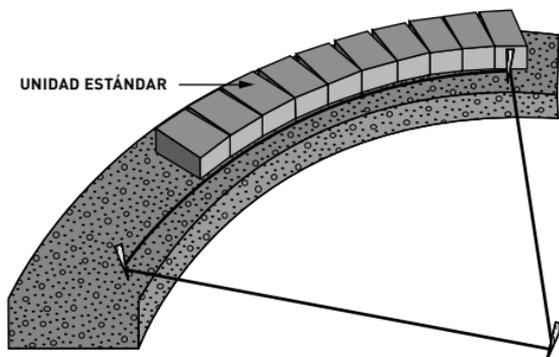

Figura 43. En curvas interiores o cóncavas, el radio incrementara con la altura.
*Instalación:* La curva interna se construye utilizando unidades estándar (Figura 43). Las caras de las unidades deben colocarse bien unidas entre sí. Dependiendo del radio deseado, deberán dejarse pequeñas brechas en la parte posterior. El radio menor se encontrará en la hilera inferior. Cada hilera adicional provocará un aumento del radio debido al retroceso del muro en el radio. Por otro lado, las juntas verticales comenzarán a alinearse en las hileras sucesivas, por lo tanto, será necesario colocar medias unidades en distintos lugares de manera aleatoria.